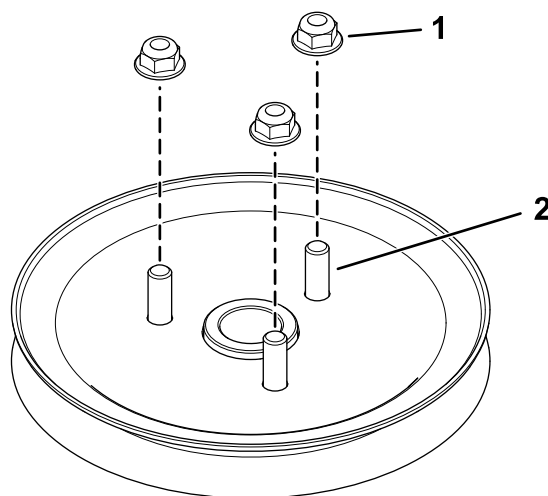

Figura 3
3. Instale sem apertar as três porcas nas cavilhas (Figura 3).